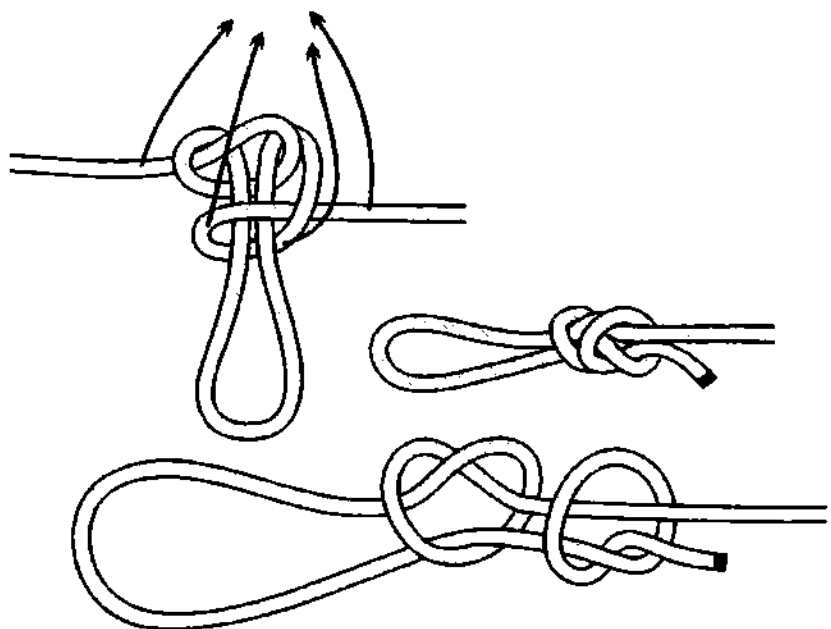

Рис. 996. Превращение альпийской бабочки в рыбацкую петлю.
**Альпийская бабочка** вяжется на середине верёвки и применяется исключительно для амортизации резких рывков верёвки. **Альпийская бабочка** – это не петля, это энергопоглощающий узел – других применений он не имеет. При срыве **альпийская бабочка** под динамической нагрузкой деформируется и не затягивается моментально. Трение верёвки при затягивании узла поглощает часть энергии рывка и переводит её в основном в тепловую энергию. **Альпийская бабочка** внешне очень похожа на **австрийский проводник**, который лишён амортизирующего эффекта и при рывке тут же намертво затягивается. **Альпийская бабочка** – это **рыбацкая петля**, у которой коренные концы направлены в противоположные стороны (рис. 996).